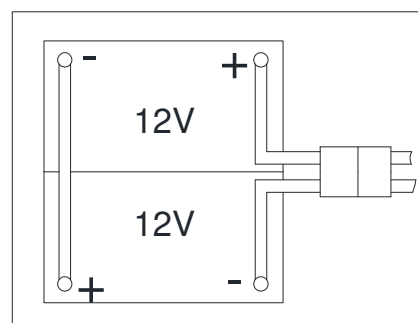

Figure 3
La machine nécessite deux batteries de 12 V, connectées selon le schéma (Figure 3).
6. Ouvrir le couvercle du réservoir de récupération (1) et vérifier si le réservoir de récupération (25) est vide; sinon, le vider avec le tuyau de vidange (22).
7. Fermer le couvercle du réservoir de récupération (1).
8. Basculer le réservoir de récupération (25) avec précaution.
10. Installer le câble de la batterie comme indiqué dans (Figure 3), puis serrer soigneusement l'écrou sur chaque borne de la batterie.
11. Placer le capot de protection sur chaque borne, puis connecter le connecteur de la batterie (54).
12. Abaisser avec précaution le réservoir de récupération (25).